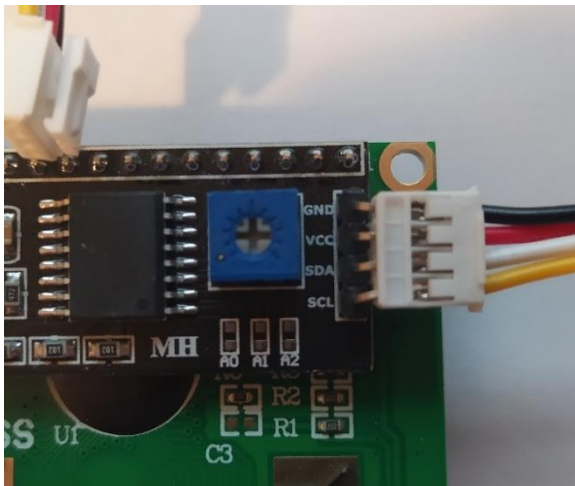
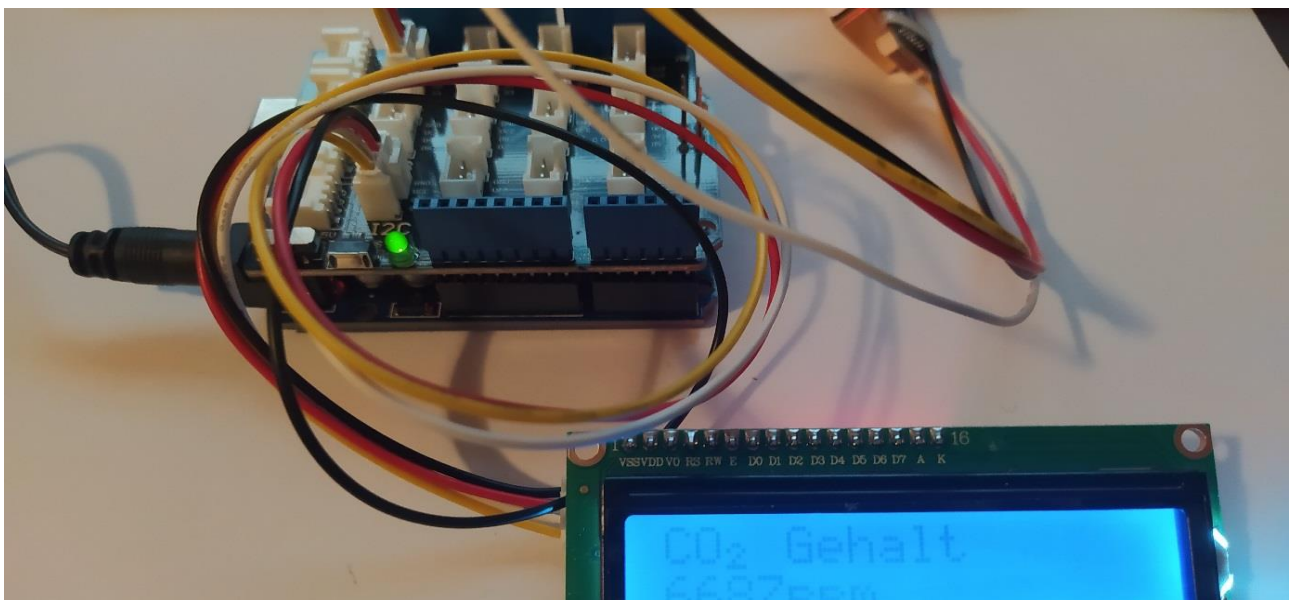

Abbildung 8 LCD-Display mit I2C-Kabel
Abbildung 10 Fertiger CO2-Sensor mit LCD-Display
- Das 16x2 Display wird ebenfalls mit einem I2C-Kabel versehen (vgl. Abb. 8) und in einen beliebigen I2C-Port des Base-Shields gesteckt (vgl. Abb. 10).
- Wird der Arduino nun per Steckernetzteil oder USB-Kabel mit Strom versorgt, kann die Software aufgespielt werden (vgl. Abb. 10).